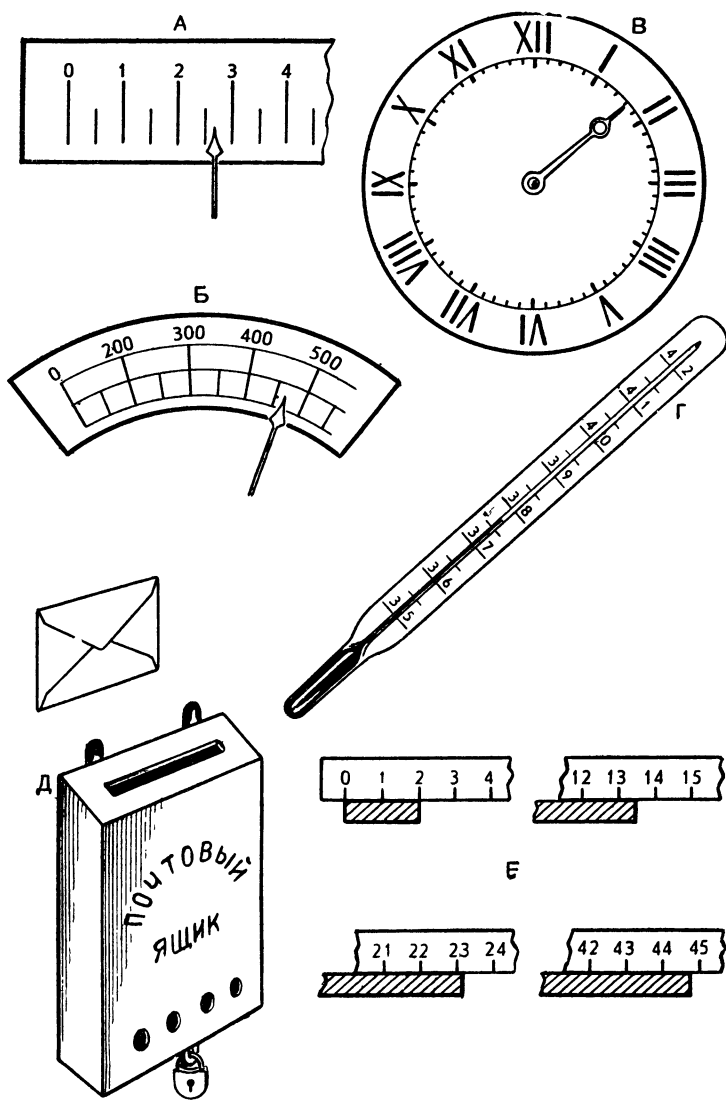

Рис. 6.
- 1) с точностью до 0,1 деления, чему равны показания стрелок (рис. 6, А и Б).
- 2) У изображённых часов (рис. 6, В) утеряна минутная стрелка, но часы идут. Который час показывают они?
- 5) С какой точностью можете определить на глаз длину брусочков, измеряемых масштабной линейкой (рис. 6, Е).